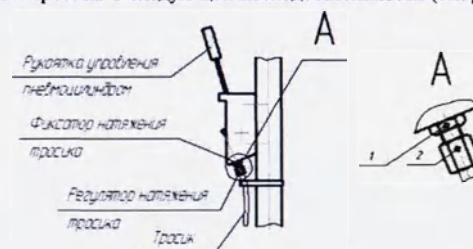

Рисунок 3 Регулировка срабатывания пневмоцилиндра с помощью изменения натяжения тросика
5.3. Ежедневно проверять работу механизмов трансформации верхней части рамы 4 с носилками 2. При необходимости, в случае отсутствия опускания верхней рамы 4 с носилками 2 под нагрузкой при нажатии на рукоятку управления пневмоцилиндром 8 производить регулировку срабатывания пневмоцилиндра 7, с помощью изменения натяжения тросика в следующей последовательности (см. рисунок 3):